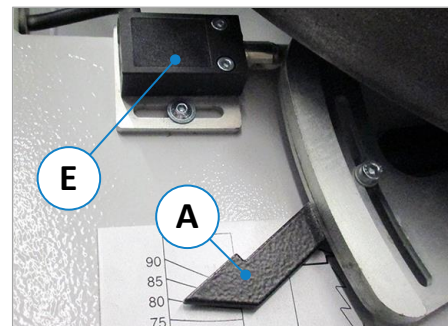

Figure 68 : interrupteur de fin de course (E)
Fonctionnement : L'interrupteur de fin de course (E) représenté sur la ⇒ Figure 68 déclenche la lumière rouge dès que la tension de la lame de scie est insuffisante ou absente.